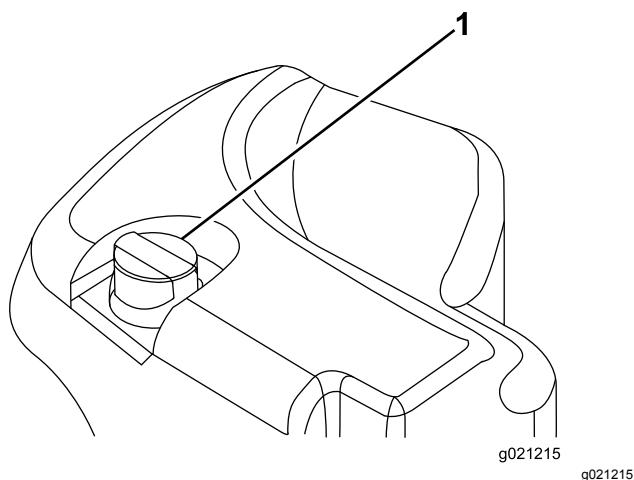

Figura 14
2. Limpe a zona em redor do tubo de enchimento e da tampa do depósito hidráulico (Figura 14).